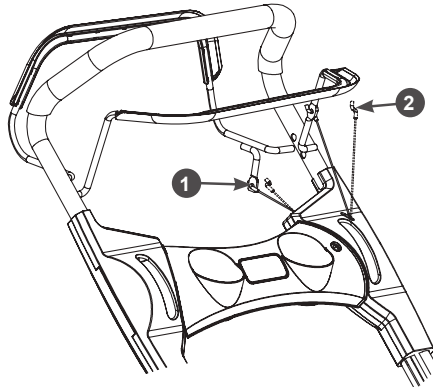

Рис. 7. Установка рычагов и тросов
5. Вставьте Z-образные наконечники тросов остановки двигателя и включения хода в отверстия в соответствующих рычагах с внутренней стороны рычагов (рычаг включения хода (чёрного цвета), рычаг остановки двигателя (жёлтого цвета) (Рис. 7). Оболочки указанных тросов закреплены на верхней части рукоятки, верхний трос –
трос остановки двигателя, нижний трос – трос включения привода хода (Рис. 7). После этого, вставьте рычаги включения привода хода (чёрного цвета) и остановки двигателя (жёлтого цвета) в соответствующие отверстия на рабочей рукоятке (Рис. 7).